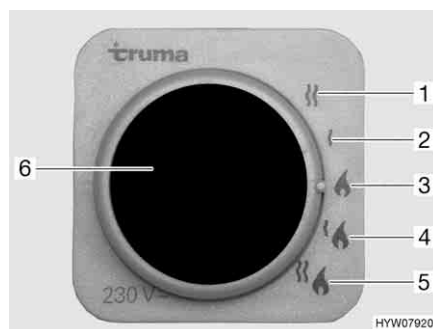

Fig. 128 Selettore di energia per riscaldamento/boiler
- Funzionamento a gas (Fig. 128,3)
- Funzionamento elettrico a 230 V con gradi di potenza da 900 W (Fig. 128,2) oppure 1800 W (Fig. 128,1)
- Funzionamento a gas e funzionamento elettrico a 230 V (funzionamento misto) con gradi di potenza da 900 W (Fig. 128,4) oppure 1800 W (Fig. 128,5)
Se viene selezionato il funzionamento elettrico a 230 V, la spia gialla di controllo si accende (Fig. 128,6).